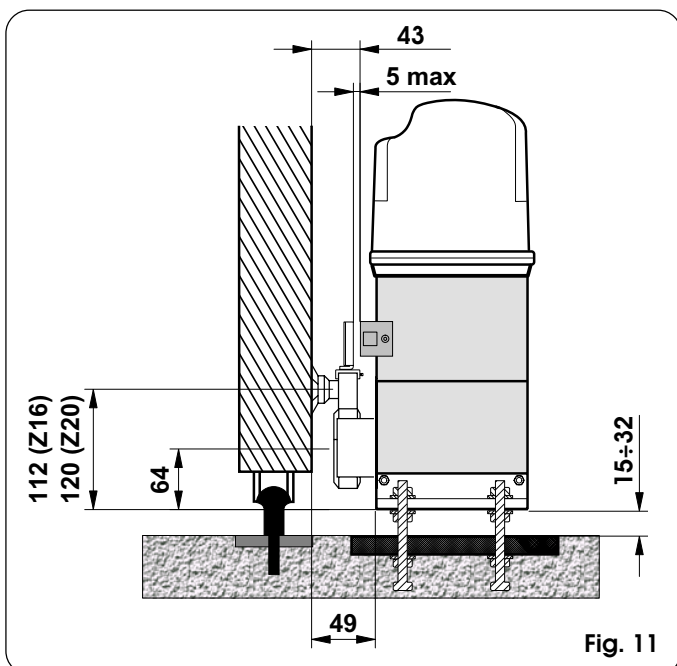

Fig. 11
- 4) Registrare l'altezza dei piedini e la distanza dal cancello facendo riferimento a Fig.11.